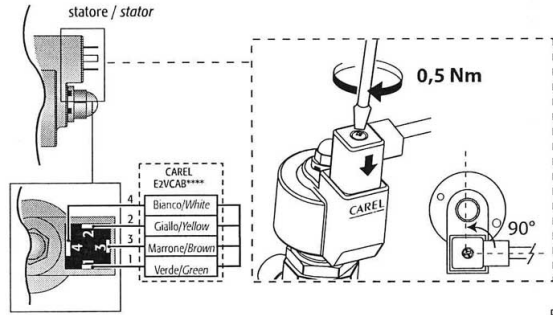

Fig. 3
- connect the pre-wired connector to the socket on the stepper motor and tighten the screw tightening torque 0,5 Nm following the instructions in Fig. 3. Connect the four-pin end of the cable to the corresponding terminals on the CAREL EVD\*\*\* driver or approved CAREL controller and set the parameters as shown in the table below.
- Raccorder le connecteur déjà câblé au moteur pas à pas dans le logement correspondant et serrer la vis à un couple de 0,5 Nm en suivant les indications de la Fig. 3. Connecter ensuite l'extrémité quadriplaque du câble aux bornes correspondantes du Driver CAREL E2V\*\* ou du régulateur homologué CAREL et configurer les paramètres selon la valeur reprise au tableau ci-dessous.